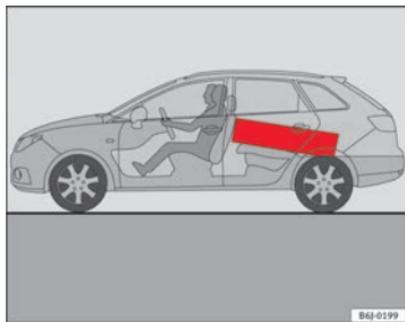

Fig. 92 Os objectos pesados devem ser transportados o mais à frente possível.
- Os objectos pesados devem transportar-se o mais à frente possível ⇒ Fig. 92.